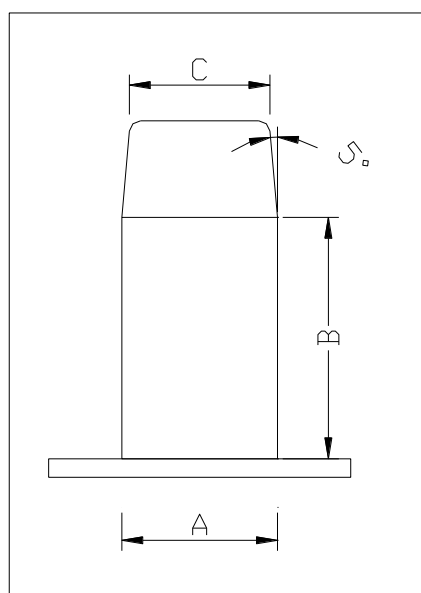

Figura 9
- Para o aquecimento da extremidade da mangueira que será dilatada, siga todas as indicações do método descrito no item 6.2.3, excetuando o líquido aquecedor, que neste caso deverá ser glicerina, etilenoglicol ou óleo mineral, aquecido aproximadamente a 150°C. (Caso não tiver termômetro adequado, aqueça o banho até abundante fumaça);
- Para dilatar, use o molde expansor conforme a figura 9, que poderá ser confeccionado em metal ou madeira de boa qualidade;
- No caso de haver demora entre a operação de dilatação e acoplamento, a mangueira deve ser esfriada completamente, ainda montada no molde expansor. O acoplamento deverá ser feito segundo as instruções do método descrito no item 6.2.3, reaquecendo com água quente por um curto período de tempo.